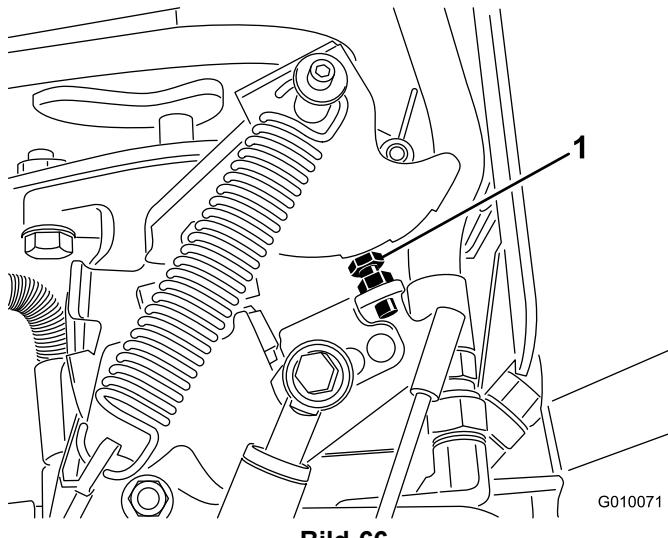

Bild 66
5. Wenn die Einstellung verstellt werden muss, drehen Sie die Pumpenanschlagschraube (Bild 66) mehr zur Anschlagsplatte, um den Lochabstand zu verringern, oder drehen Sie die Anschlagschraube von der Anschlagplatte weg, um den Lochabstand zu erhöhen.